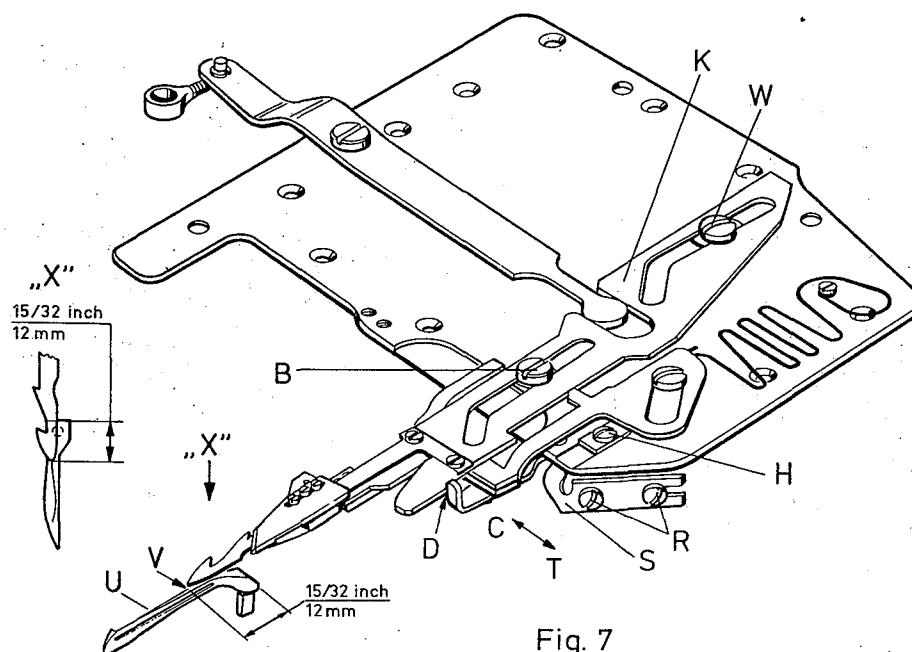
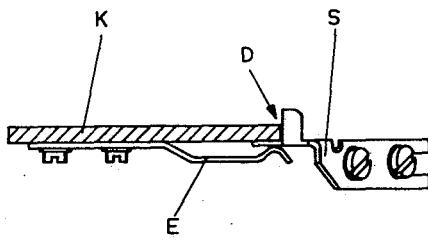
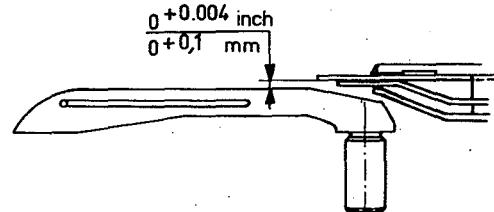

Fig. 7
Fig. 8
Fig. 9
- 6.1 Loosen screws (R, Fig. 7) and move guide (S) in direction of arrow to "T".
- 6.3 The lower knife tip and edge of looper (U, Fig. 7) coincide point (V, Fig. 7) when swinging lower knife to the left.
To obtain this setting loosen screw (W, Fig. 7) and rotate lower knife noider (K) around screw (B) until the lower knife tip is set correctly at point "V". Retighten screw (W).
- 6.1 Lösen Sie die Schrauben (R, Fig. 7) und schieben Sie die Seitenführung (S) in Pfeilrichtung nach "T".
- 6.3 Die Untermesserspitze und die Greiferkante (U, Fig. 7) decken sich während des Einschwenkens des Untermessers im Punkt (V, Fig. 7). Der Punkt (V) liegt etwa 12 mm vor der rechten Kante des Greifers entfernt.
- Zur Einstellung löst man die Schraube (W, Fig. 7) und dreht den Untermesserträger (K) um die Schraube (B) bis die Untermesserspitze in der richtigen Stellung bei "V" steht. Ziehen Sie die Schraube (W) wieder an.
- 6.4 Swing KLIPP-IT until the lower knife tip reaches point (V, Fig. 7). Now move guide (S, Fig. 7) in direction of arrow to "C" until it contacts the lower knife holder (K) at point "D" without deflecting it.
The height of the lower knife above looper blade (Fig. 9) can be adjusted simultaneously by lowering or raising guide (S, Fig. 8), as the guide (S, Fig. 8) is positioned between lower knife holder (K, Fig. 8) and spring (E, Fig. 8). Retighten screws (R, Fig. 7).
Note: Every time the screw (W, Fig. 7) is loosened for adjusting the lower knife tip, it is necessary to readjust the guide (S, Fig. 7).
- 6.4 Schwenken Sie den KLIPPAB ein bis die Untermesser spitze im Punkt (V, Fig. 7) steht. Jetzt schieben Sie die Seitenführung (S, Fig. 7) in Pfeilrichtung nach "C" bis sie im Punkt "D" am Untermesserträger (K), ohne zu drücken, anliegt.
Gleichzeitig wird mit der Seitenführung (S, Fig. 8), durch Verschieben nach oben oder unten, die Höhe des Untermessers über dem Greiferrücken eingestellt (Fig. 9), da die Seitenführung (S, Fig. 8) zwischen Untermesserträger (K, Fig. 8) und Feder (E, Fig. 8) liegt. Ziehen Sie die Schrauben (R, Fig. 7) wieder an.
Beachten Sie: Nach jedem Lösen der Schraube (W, Fig. 7) zum Einstellen der Untermesserspitze, muß die Seitenführung (S, Fig. 7) neu eingestellt werden.